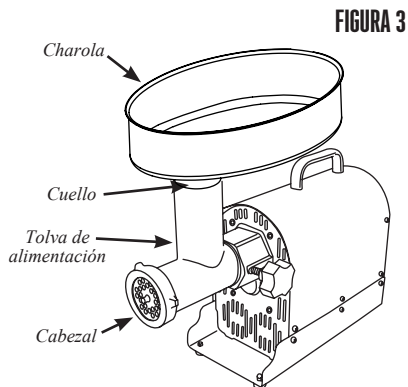

FIGURA 3
7. Inserte el cuello de la bandeja en la tolva de alimentación (**FIGURA 3**).
8. NUNCA opere el molino sin haber asegurado la bandeja en su lugar (Figura 3).